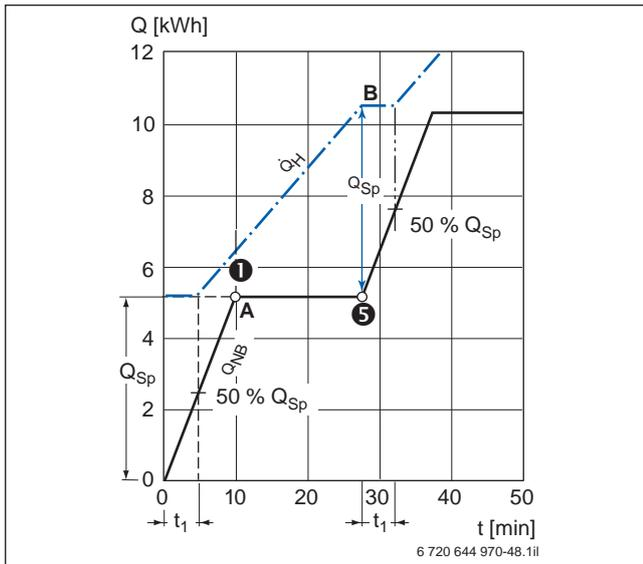

Bild 56 Ermittlung der theoretischen Speicherkapazität bei gegebener Wärmeleistung
Mindestforderung ist dabei, dass der Speicher zu Beginn eines Spitzenbedarfs vollständig durchgeladen zur Verfügung steht. Im ungünstigsten Fall kann der Speicher fast bis auf die Positionslinie des Temperaturfühlers entleert sein. Die Totzeit t_1 ist dann zwar sehr kurz, aber es sind auch nur ca. noch 50 % der Speicherkapazität verfügbar (→ Bild 56, Seite 81). Das ist der Grund, warum zur Bedarfsdeckung im Einfamilienhaus Speichergrößen bis zu 200 Liter standardmäßig verwendet werden.
Da der kurzzeitige Spitzenbedarf vollständig zu bevorraten ist, sind komplexe Bedarfsprofile über längere Zeiträume das eigentliche Anwendungsgebiet des Wärmeschaubildes. Zu berücksichtigen ist auch die Totzeit Speicher t_1 (→ Bild 56, Seite 81). Die Totzeit Kessel t_2 hat durch die ständige Temperaturbereitschaft in der Heizperiode meist keine Bedeutung.
Ausgehend von dem Bedarfsfall des Wannensbades (→ „Grafische Darstellung im Wärmeschaubild“, Seite 76) und der Notwendigkeit der vollständigen Bevorratung lässt sich das Wärmeschaubild (→ Bild 56, Seite 81) entwickeln. Daraus ist zu entnehmen, dass der Speicher rund 28 Minuten nach Zapfbeginn ⑤ wieder mit seiner vollen Kapazität zur Verfügung steht. Es können somit in diesen Zeitintervallen die gleichen Bedarfe beliebig häufig wiederholt werden. Sie benötigen allerdings jeweils die volle Kesselleistung. Deshalb ergibt sich als Forderung für die meisten praktischen Anwendungsfälle, bei denen nicht die Heizlinie, sondern die Bedarfslinie vorgesehen ist, den kurzzeitigen Spitzenbedarf Q_{Sp} ① zu puffern.
Zum Zeitpunkt A (→ Bild 56) besteht eine positive Speicherkapazität, wobei aber nicht erkennbar ist, ob sie auch von brauchbarer Temperatur ist.
Bei 100 Liter Volumen ist der Speicher nach 10 Minuten vollständig entladen. Das nun austretende Warmwasser hat die Temperatur 30 °C, falls die Wärmeleistung sofort zu Beginn der Zapfung verfügbar war. Sie ist entsprechend niedriger, wenn eine Totzeit t_1 wirksam ist (→ Bild 56).
Die positive Kapazität von ca. 1,2 kWh zum Zeitpunkt A (→ Bild 56) entspricht einer Temperaturerhöhung um $\Delta\vartheta_{WW} = 10\text{ K}$ und damit einer Zapftemperatur $\vartheta_{WW} = 20\text{ °C}$. Im vorliegenden Fall ist das ohne Nachteil, da nach der Spitzenentnahme kein Bedarf vorliegt und der Speicher wieder geladen wird.
In allen anderen Fällen sollte der Speicher zu keinem Zeitpunkt unter die Minimalkapazität Q'_{Sp} absinken. In Anlehnung an die Grundformel 65 (→ Seite 156) sind das im betrachteten Fall (→ Bild 56):